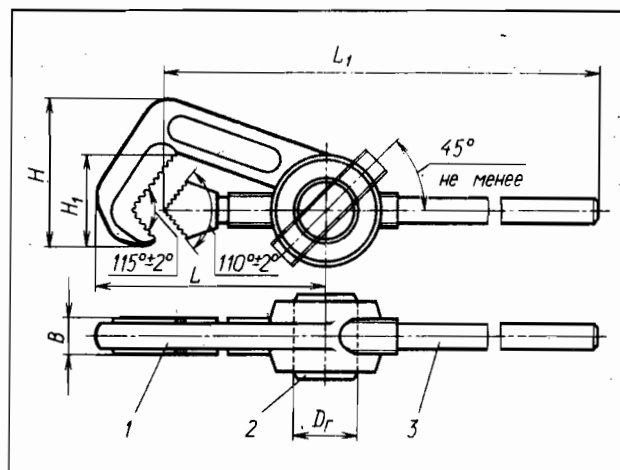

Рис. 44. Ключ трубный накладной
**Трубный накладной ключ** (рис. 44) состоит всего из трех деталей. Накладная скоба 1 шарнирно соединена с гайкой 2. Эта гайка имеет необычную форму. В стержне просверлено отверстие под углом к продольной оси. На концах этой оси установлена скоба. В отверстии нарезана трапециевидная резьба, с помощью которой соединяется гайка 2 с рычагом 3. Вращая последний, устанавливаем размер между губками, соответствующий диаметру трубы. При этом необходимо обеспечивать параллельное расположение зубцов рычага относительно зубцов накладной гайки.